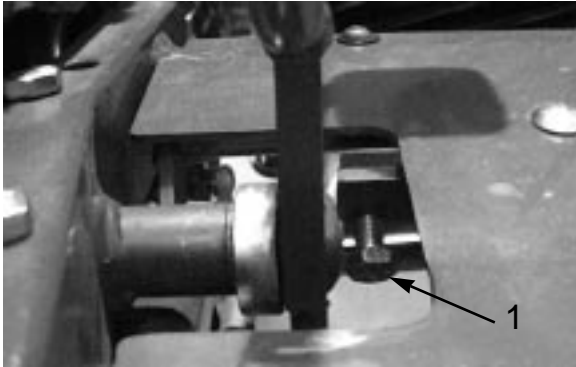

図 54
1. ペダルロックのキャップスクリューのジャムナット（図54）をゆるめる。